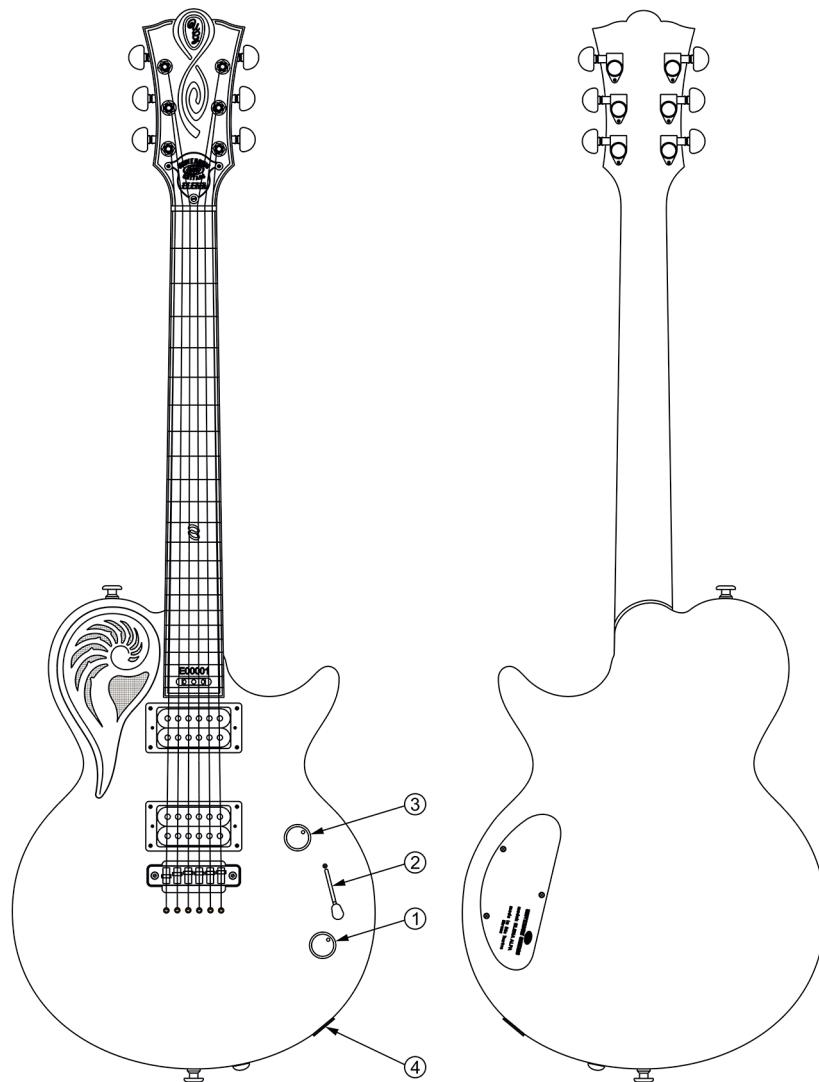

Bild 21
- Ausgangsbuchse - elektromagnetisch (Bild 21 Pos. 4).
- 1) Handgriff der Potentiometers für die Einstellung der Tonstufe (Bild 21 Pos. 1) mit dem Zweistufenschalter von Typ “Push-Pull”. Der Schalter schaltet jeweils eine Spule in jedem elektromagnetischen Tonabnehmer ab.
- 2) Handgriff des Dreipunkt-Wahlschalters (Bild 21 Pos. 4): schaltet die Kommutierungskombinationen der elektromagnetischen Tonabnehmern um.
- 3) Handgriff des Potentiometers für die Einstellung der Lautstärke der E-Gitarre (Bild 21 Pos. 3).
- 2) Handgriff der Potentiometers für die Einstellung der Balance der elektromagnetischen Tonabnehmer (Bild 21 Pos. 2).
- 3) Handgriff des Potentiometers für die Einstellung der Lautstärke (Bild 21 Pos. 3).